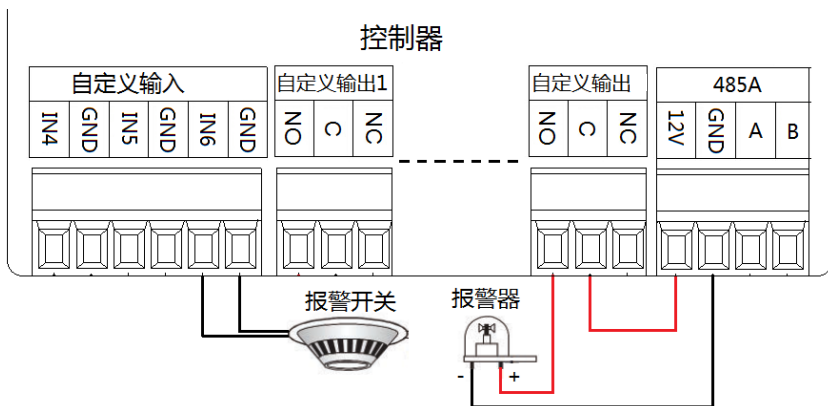

图 8：报警开关、报警灯接线参考示意图，无源输出式
2. 通电上锁的电插锁、磁力锁，C 端接电源的正极，NC 端接锁的正极，如图 8 所示：